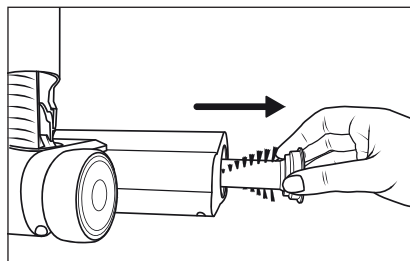

Fig. 27
- 3) Sfilare il rullo a spazzola ❷ dalla spazzola per pavimenti ❶ (vedere fig. 27).